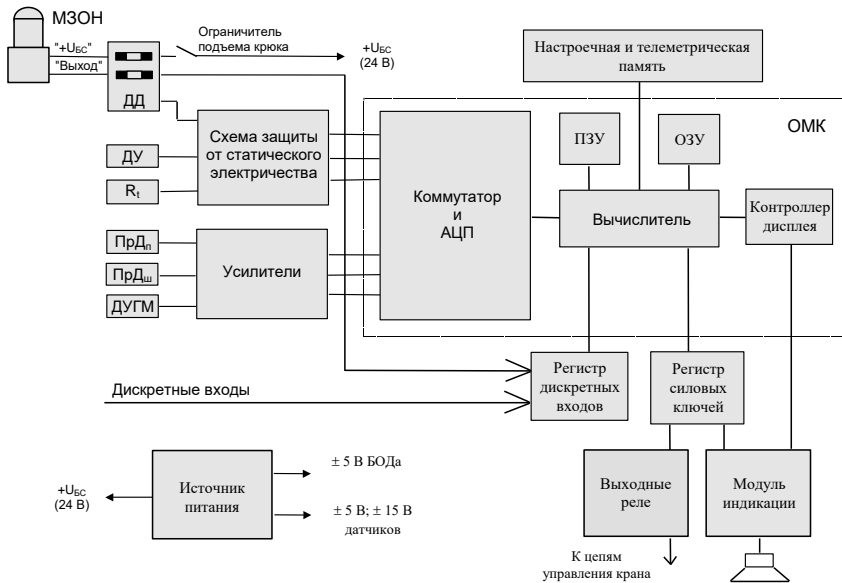

Рисунок 1- Блок-схема ограничителя
1.4.1 Принцип действия ограничителя (рисунок 1) основан на последовательном опросе и преобразовании аналоговых сигналов с датчиков в цифровой код, определении угла и длины стрелы, расчете цифровыми